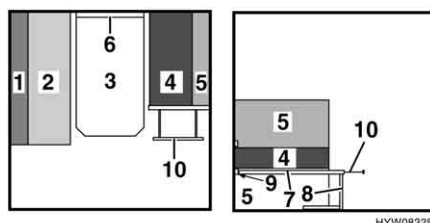

Fig. 29 Durante la trasformazione
- Introdurre il piano del tavolo (Fig. 29,3) nella guida di supporto inferiore (Fig. 29,9) con un angolo di 45° e deporlo sul pavimento con il piede del tavolo ribaltato (Fig. 29,8).
- Estrarre la prolunga del cassone letto (Fig. 29,10).